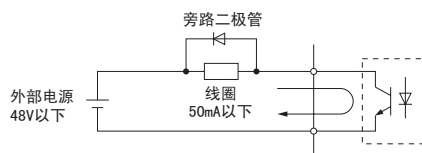

图 3.19 旁路二极管的连接
* 2. 驱动继电器线圈等电抗负载时，请务必如图 3.19 所示，插入旁路二极管。请选择额定值高于回路电压的旁路二极管。